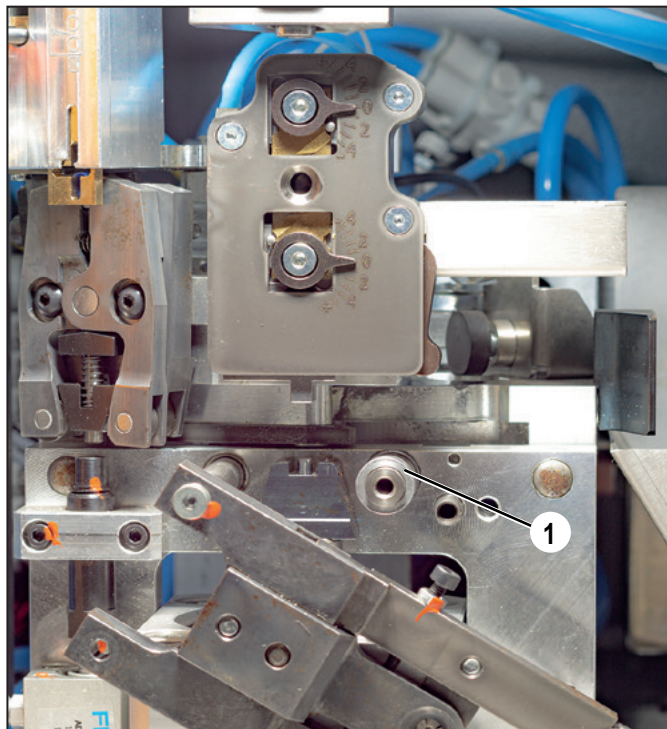

Figure 7.5 Unité de fixation des conducteurs semi-rigides détachée
Veillez à ne pas perdre la bague entretoise (Figure 7.5, 1) qui se trouve sur l'arbre de droite.
- Vérifier que les rouleaux (1) de la pince à sertir peuvent bouger librement.
- Vérifier que les rouleaux (2) sur les pinces de maintien de l'embout bougent librement.
- Huiler la broche de guidage (3) de l'unité de maintien de l'embout.
- Huiler les surfaces de glissement latérales (4) de l'unité de maintien de l'embout.
- Réinsérez l'unité de fixation des torons et assurez-vous que la bague entretoise (Figure 7.5, 1) est en place sur l'arbre droit.